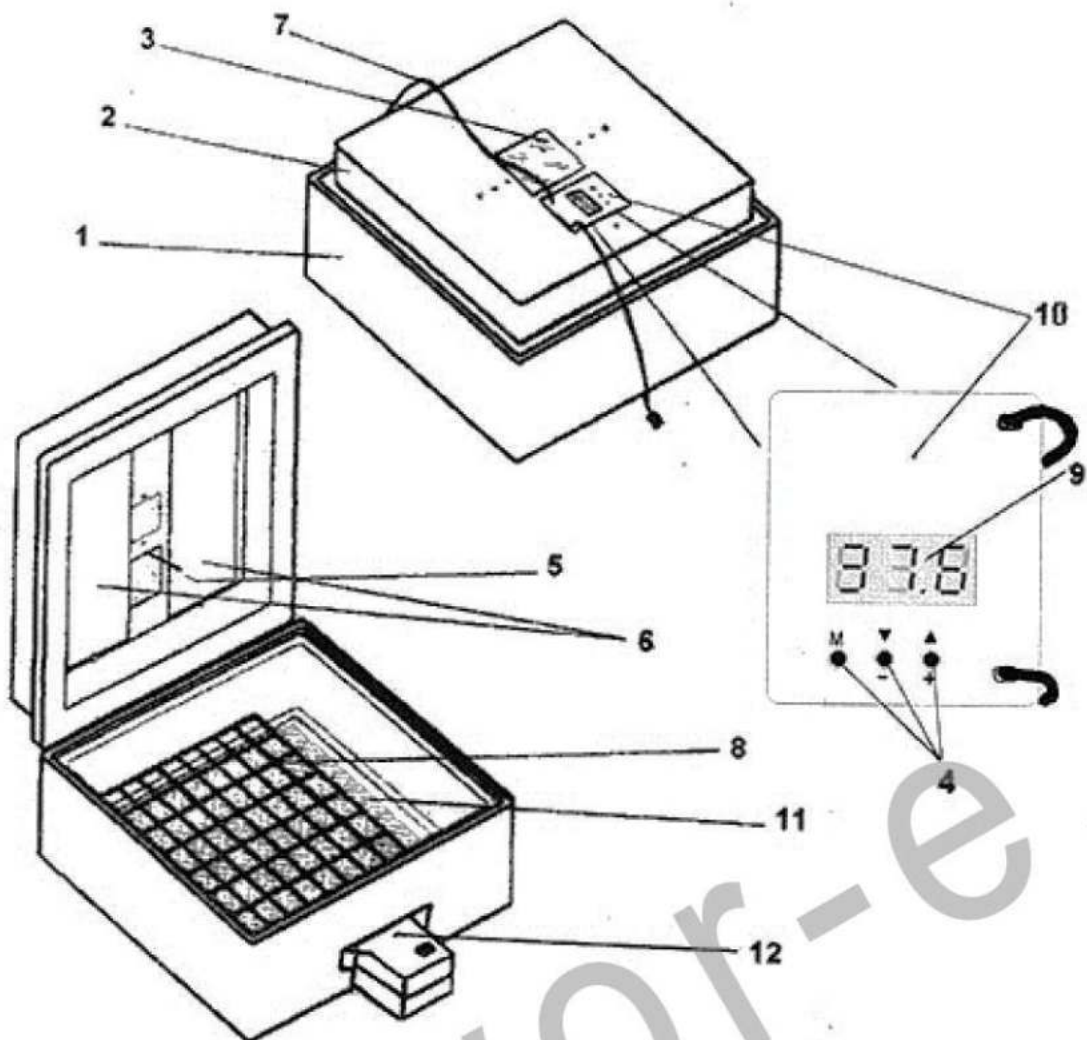

Рис. 1. УСТРОЙСТВО ИНКУБАТОРА
5.2. Внешний вид и устройство инкубатора представлены на рис. 1.
6.2. На дно корпуса 1 укладывается пластиковая решетка 11, гладкой стороной вверх (рис.1)